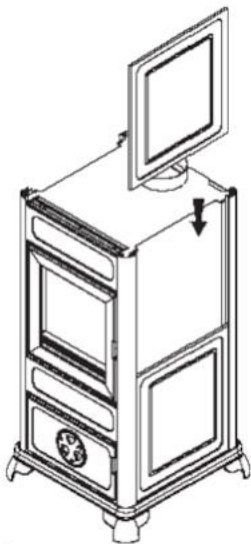

fig. 5
- Quitar los cerámicos, desde arriba hacia abajo, fig. 5